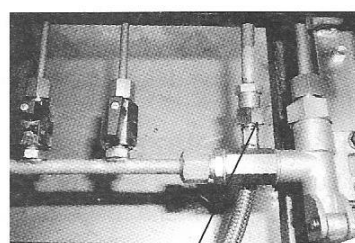

Figura 5
3. Podłączyć wąż 36 (instalacji hydraulicznej ekspresu do kawy 1600 mm) do strony tłocznej pompy (figura 5).